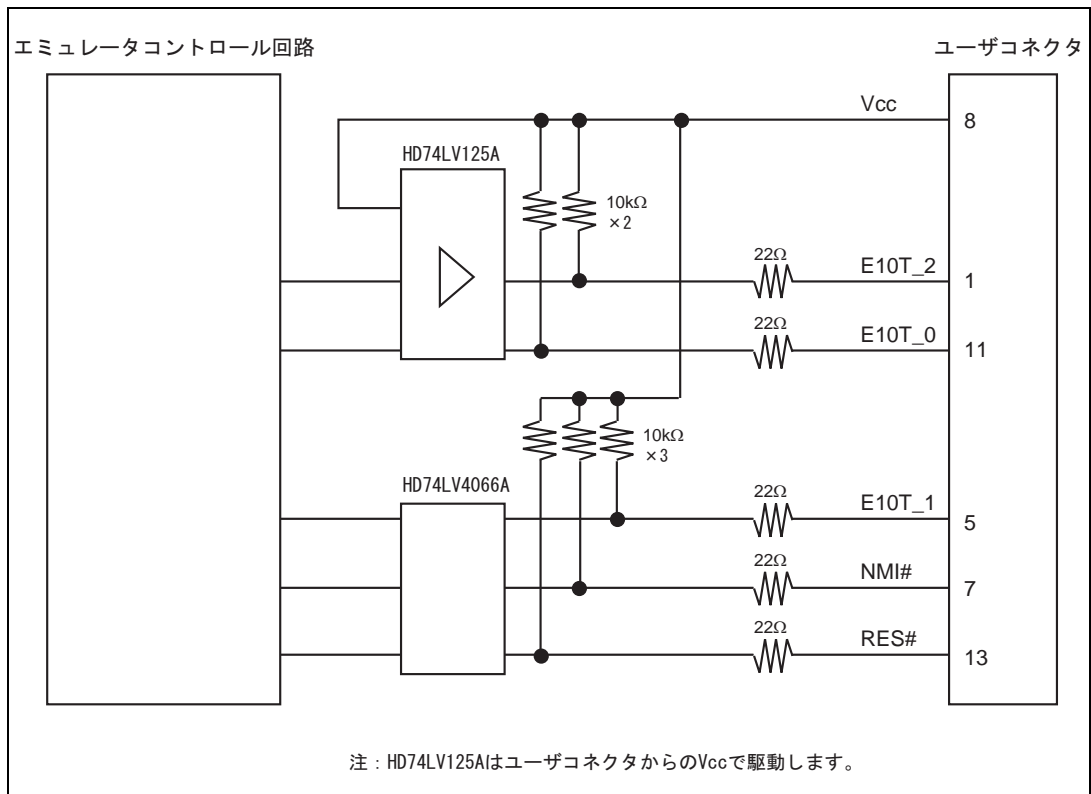

図 3.6 エミュレータ内インタフェース回路（参考）
8. 図3.6にエミュレータ内インタフェース回路を示します。プルアップ抵抗の値などを決定するときに参考にしてください。